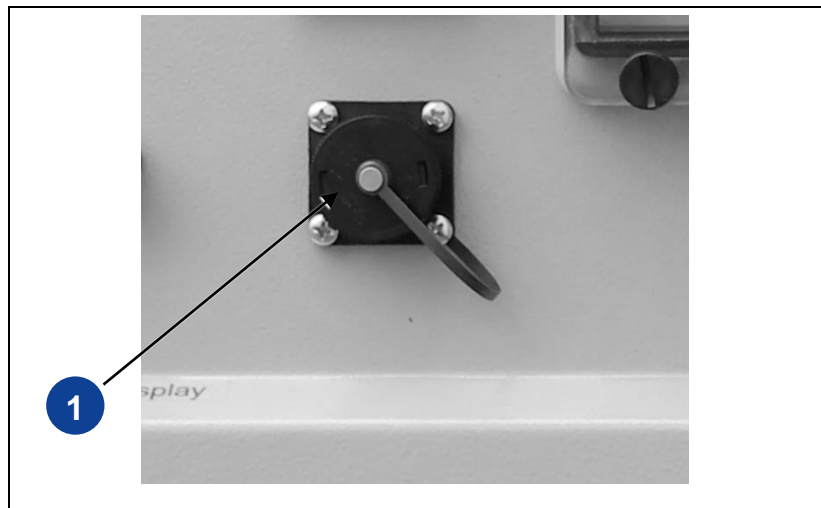

Abb. 5-1: Fernstart-Steckdose (CPC)
1. Schutzkappe der CPC-Fernstartsteckdose (Abb. 5-1-(1)) gegen den Uhrzeigersinn abdrehen.